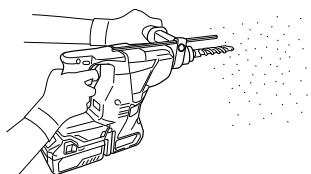

Fig. 19
- (1) Montar la broca.
- (2) Presionar el interruptor de gatillo después de poner la punta de la broca en la posición para taladrar. (Fig. 19)
- Si la broca entra en contacto con la barra de hierro de construcción, la broca se detendrá de forma inmediata y el martillo perforador reaccionará al giro. Por lo tanto, agarre bien el asa lateral y el asidero como se muestra en la Fig. 19.